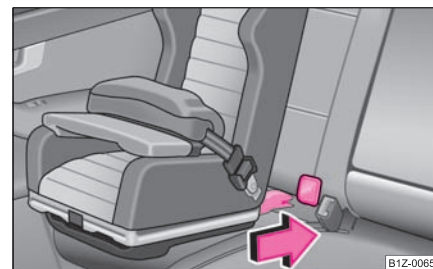

Fig. 138 Scaunul cu sistem ISOFIX se montează în dispozitivele de prindere existente.
- Împingeți brațele de fixare ale scaunului pentru copii prin elementele de prindere montate, în inele, până când se aude zgomotul specific de blocare ⇒ **fig. 138.**